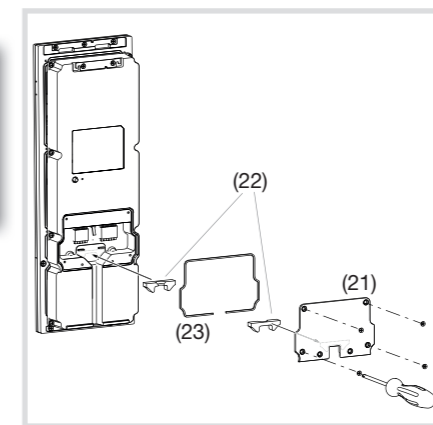

Bild 29: Leitungseinführung Außenstation
- Die für die Leitungen benötigte Größe der zweiteiligen Leitungseinführungs-Dichtung (22) in die Anschlussraum-Abdeckplatte (21) und in den Anschlussraum der Außenstation einkleben. Anschließend die Anschlussraum-Dichtung (23) in die dafür vorgesehene Vertiefung um den Anschlussraum einlegen und diesen durch anschrauben der Anschlussraum-Abdeckplatte verschließen (Bild 29).